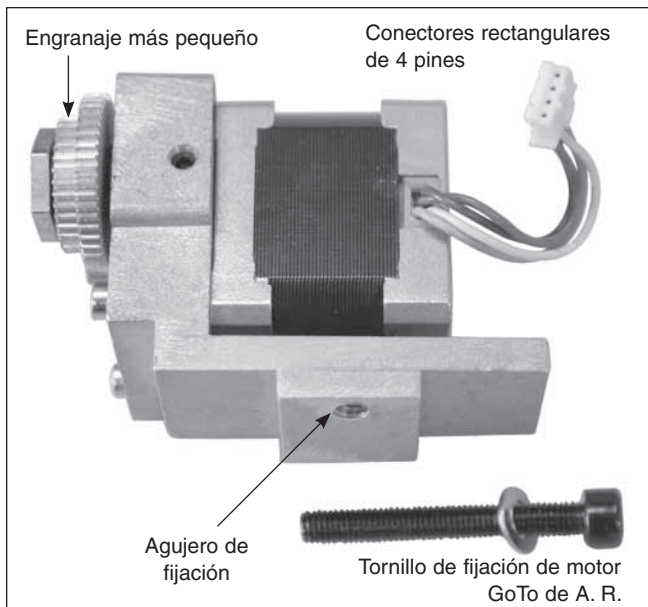

Figura 3. Unidad de motor GoTo de A. R.
3. La unidad de motor GoTo de A. R. se identifica por el conector rectangular de 4 pines acoplado al cuerpo del motor (**figura 3**). El motor se acoplará a la montura mediante un tornillo de cabeza hueca de 40 mm de longitud que atraviesa el agujero de la parte trasera de la montura ecuatorial, justo por encima del perno en L de ajuste de latitud posterior (**figura 4**). Resulta útil quitar el perno en L de ajuste de latitud posterior mientras se instala el motor GoTo de A. R. Coloque una de las arandelas planas de 10 mm en el tornillo de ajuste del motor de A. R. Coloque el tornillo de ajuste del motor de A. R. en el extremo de una llave hexagonal de 4 mm y empújelo hacia arriba a través del agujero que hay en la parte trasera de la montura ecuatorial (**figura 4**). Sujete la unidad GoTo de A. R. en la mano de manera que su agujero roscado encaje en el tornillo cuando salga por el otro extremo del agujero. Enrosque el tornillo en el agujero roscado de la unidad de motor de A. R. hasta que quede firme, pero no excesivamente apretado. Tendrá que realizar pequeños ajustes a la posición del motor en los pasos siguientes.